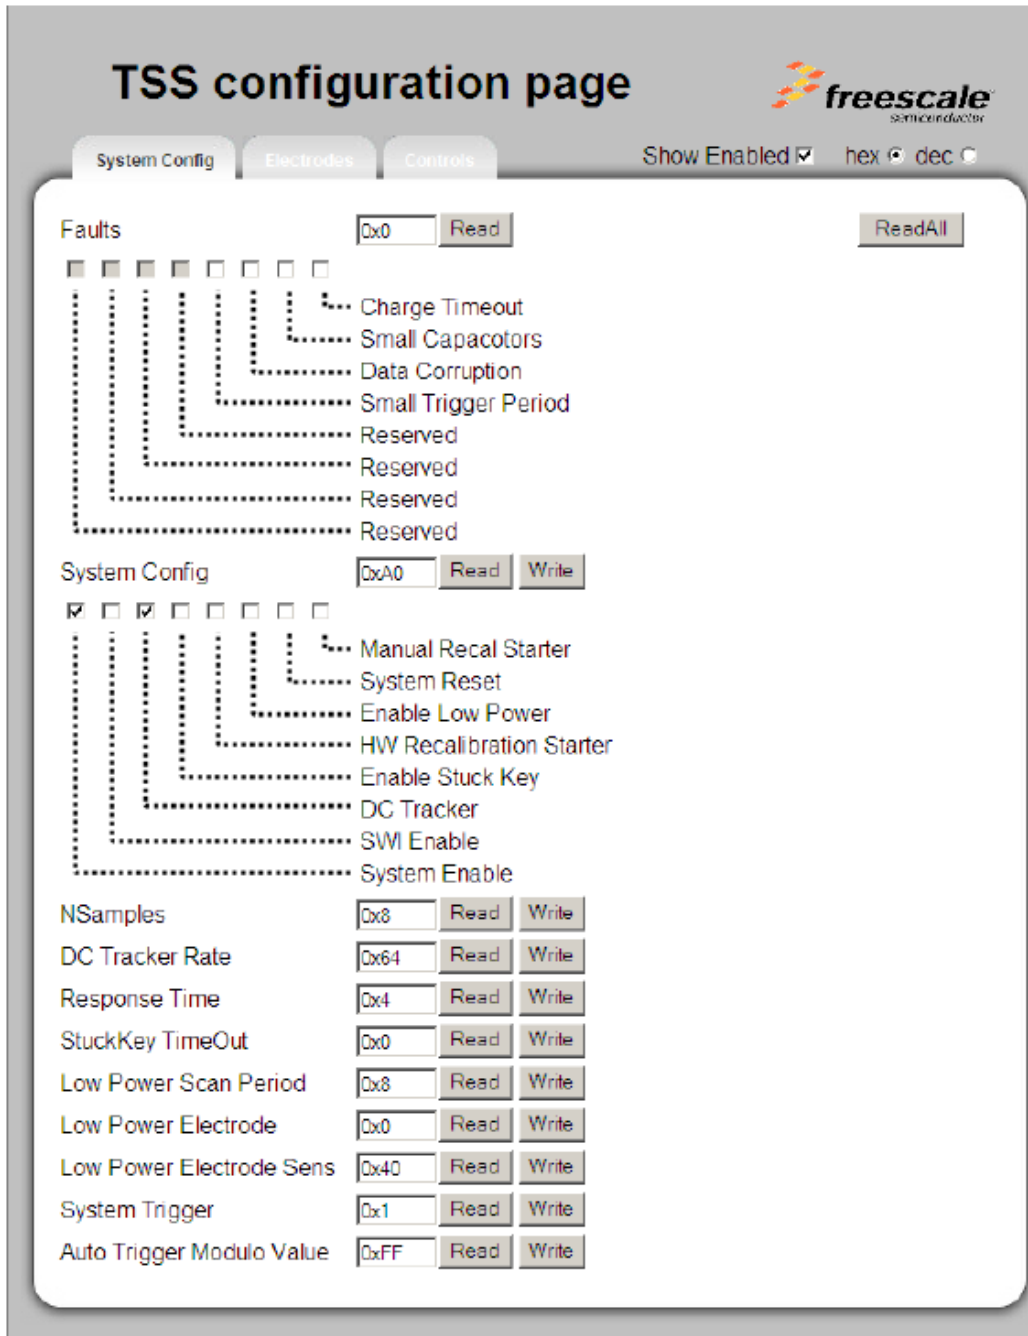

图 5. 系统配置
- 然后，选择“File (文件)”>“Start Communication (开始通信)”。GUI 可通过串行端口从 MCU 读取数据，用户可以检查系统配置和电极信号变化曲线。图 5 显示用户在代码中设置的系统配置，图 6 显示电极信号数据，图 7 显示控制状态，图 8 显示电极信号数据曲线。